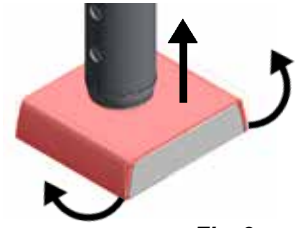

Fig. 3
- ⇒ Трохи поверніть кришку вправо й вліво та посуньте її вгору (рис. 3).